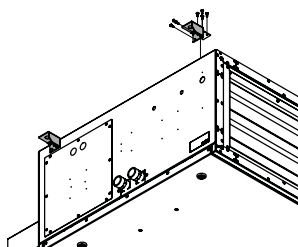

Рис. 10:
- Не продельвайте в корпусе никаких отверстий и не ввинчивайте в него винты. Это не относится к винтам крепежных уголков (рис. 10).